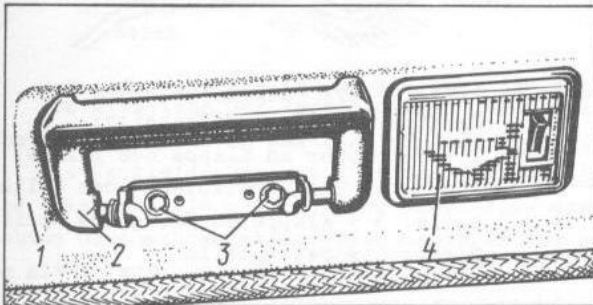

Bild 8-30. Absetzen des Haltegriffes von Decke:
- Haltegriffe 2 (Bild 8-30) an Decke abnehmen;